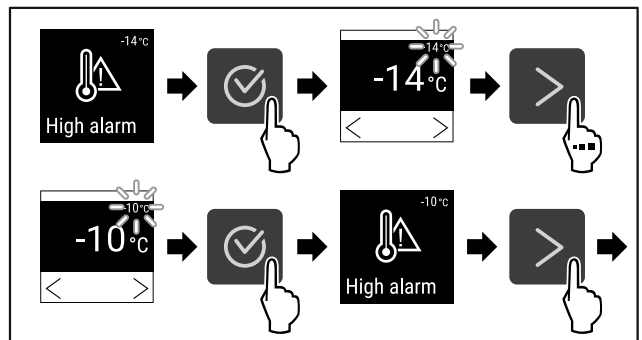

Fig. 99
- ▶ Изпълнете стъпките (виж Fig. 99).